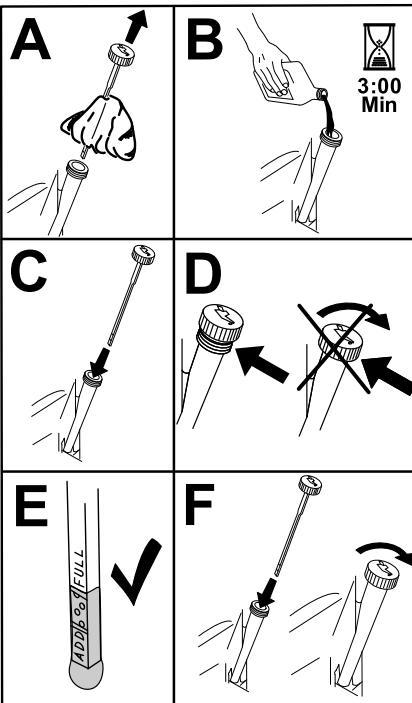

Bild 25
5. Gießen Sie langsam ungefähr 80 % der angegebenen Ölsorte in den Einfüllstutzen und füllen Sie dann vorsichtig mehr Öl ein, um den Ölstand an die **Voll**-Markierung zu bringen (Bild 25).
3. Füllen Sie das Kurbelgehäuse mit der richtigen Ölsorte (Bild 25).